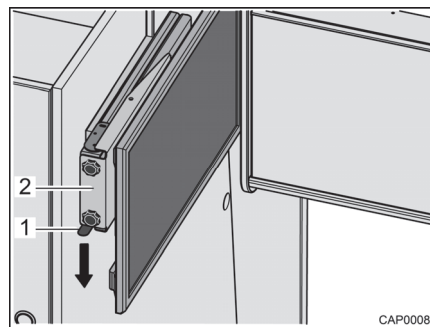

Fig. 29 Base estraibile con schermo piatto
- Premere verso il basso la molla d'arresto (Fig. 29,1) ed estrarre orizzontalmente la base estraibile (Fig. 29,2) con lo schermo piatto in direzione del centro del veicolo.
- Fare scorrere orizzontalmente la base estraibile (Fig. 29,2) con lo schermo piatto fino all'arresto. La molla d'arresto (Fig. 29,1) scatta in posizione.